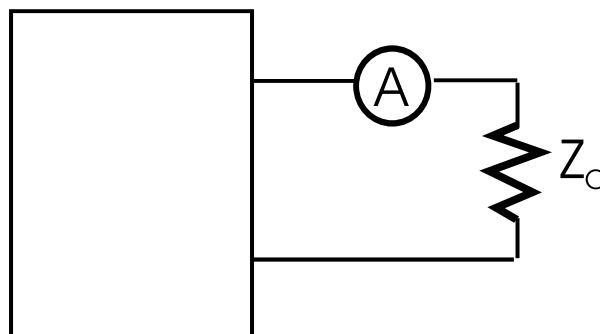

Figura A.2: montagem em série de um amperímetro.
Um amperímetro coloca-se em série no circuito a medir (figura A.2) e por isso deverá apresentar, no caso ideal, uma resistência nula para não perturbar o circuito. A unidade de medida da corrente eléctrica é o Ampere (A).